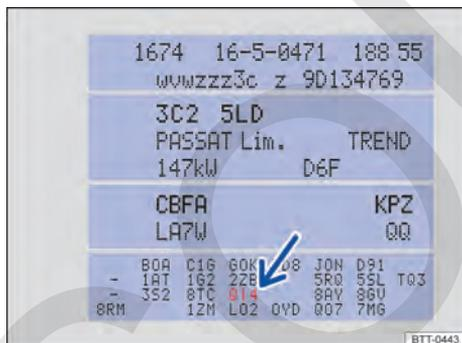

Fig. 257 Adhesivo portadatos del vehículo con el número PR del servicio correspondiente (representación esquemática).
- Consulte el número PR que figura en el adhesivo portadatos del vehículo → fig. 257 (flecha) → pág. 408.